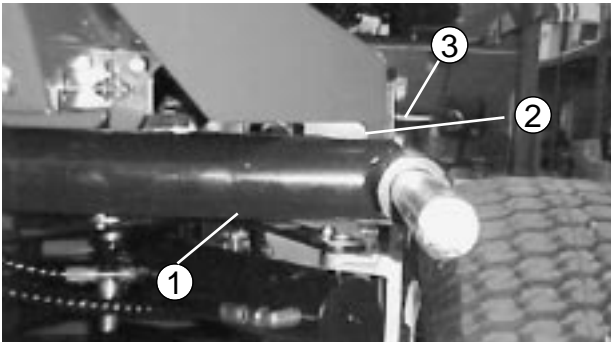
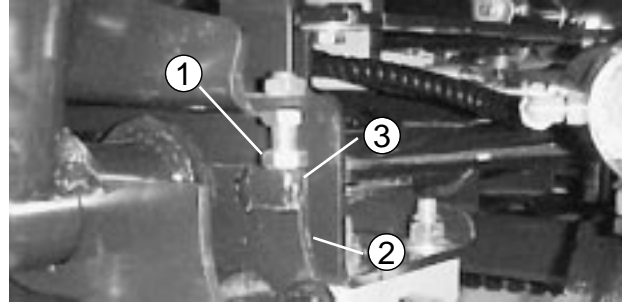
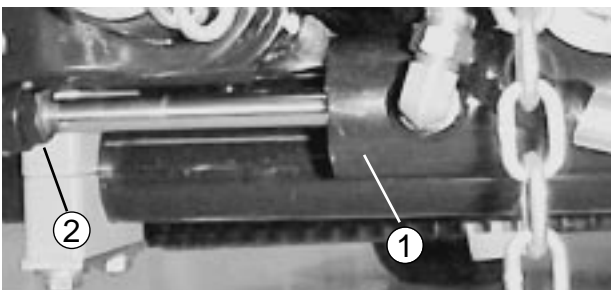

図24
図26
図25
### 昇降アームを調整する（図24～28）
1. エンジンを始動し、昇降アームを上昇させ、各昇降アームとフロア・プレート・ブラケットの間のすきまを測定する（図24）。この値が4.6～8.1 mmの間でない場合は、ストップ・ボルト（図26）を戻し、シリンダを調整して隙間を作る。シリンダの調整は、ジャムナット（図25）を戻し、ロッドの端部からピンを抜いてクレビスを回転させて行う。調整が終わったらピンを取り付けて隙間の大きさを確認し、必要に応じて再調整し、ナットを締める。
2. 各昇降アームとストップ・ボルトとの隙間（図26）が0.13～1.0 mmの間にあるかどうか点検する。この範囲になればストップ・ボルトを調整します。